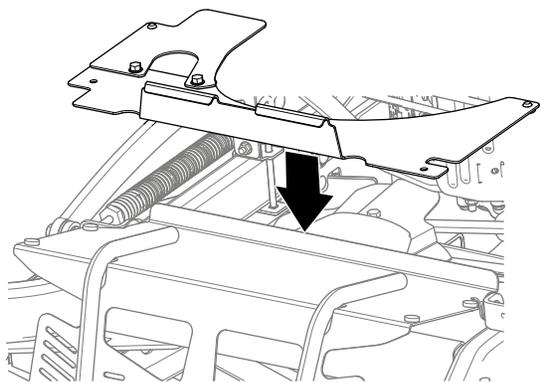

**Figura 35**
3. Rimuovete la prolunga della protezione dalla macchina (Figura 35).